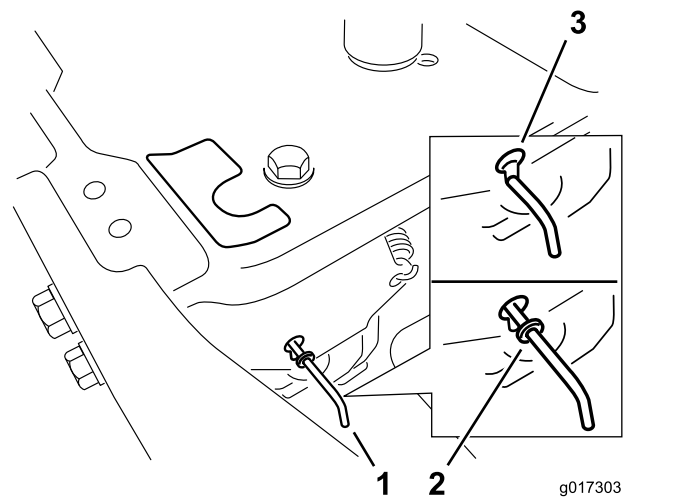

Bild 22
4. Schieben Sie die Bypasshebel nach vorne durch das Schlüsselloch und nach unten, um sie zu arretieren (Bild 22).
Schieben Sie die Bypasshebel nach hinten durch das Schlüsselloch und nach unten, um sie zu arretieren, wie in Bild 22 abgebildet.